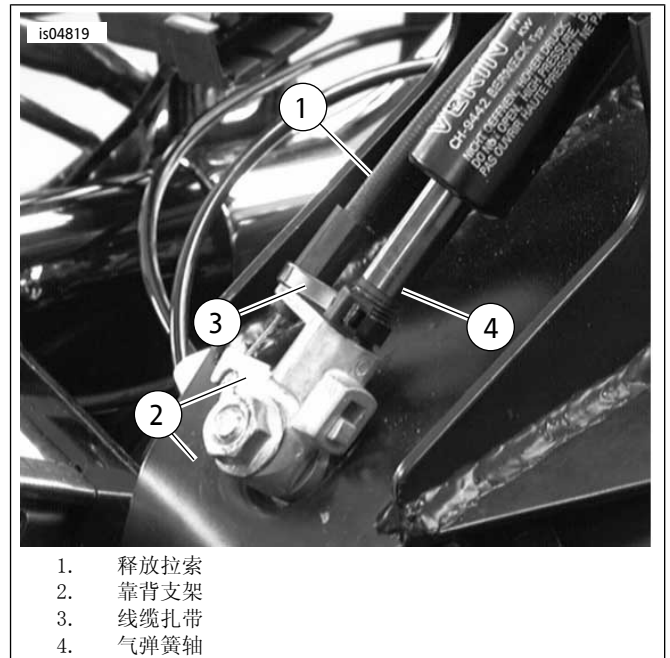

图11。将拉索连接到靠背支架
4. 参见图11。按照图示将释放拉索（1）连接至靠背安装架（2）。使用提供的线缆扎带（3）小心地将拉索固定至气弹簧（4）的轴上。